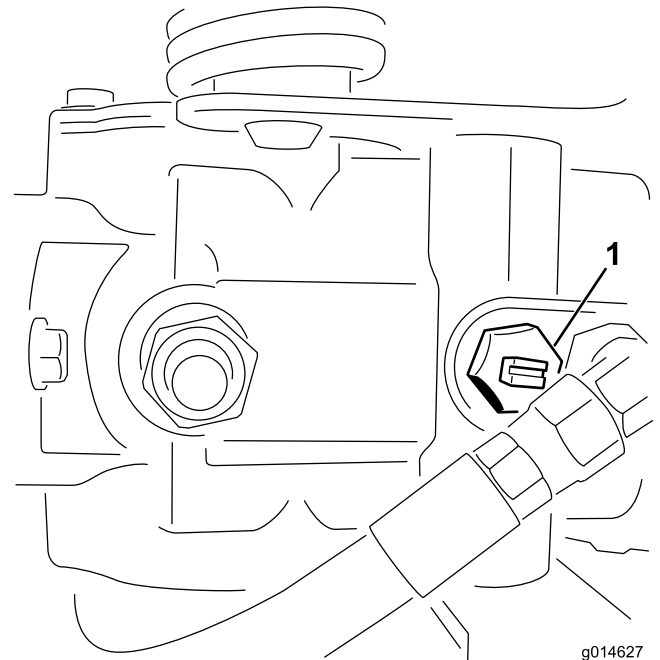

Bild 41
- Ermitteln Sie das Sicherheitsventil an der Pumpe und drehen Sie es, sodass der Schlitz vertikal ist (Bild 41).
2. Schließen Sie vor dem Starten des Motors das Sicherheitsventil. Drehen Sie den Schlitz des Ventils in die horizontale Stellung (Bild 41). Starten Sie den Motor nie, wenn das Ventil noch offen steht.